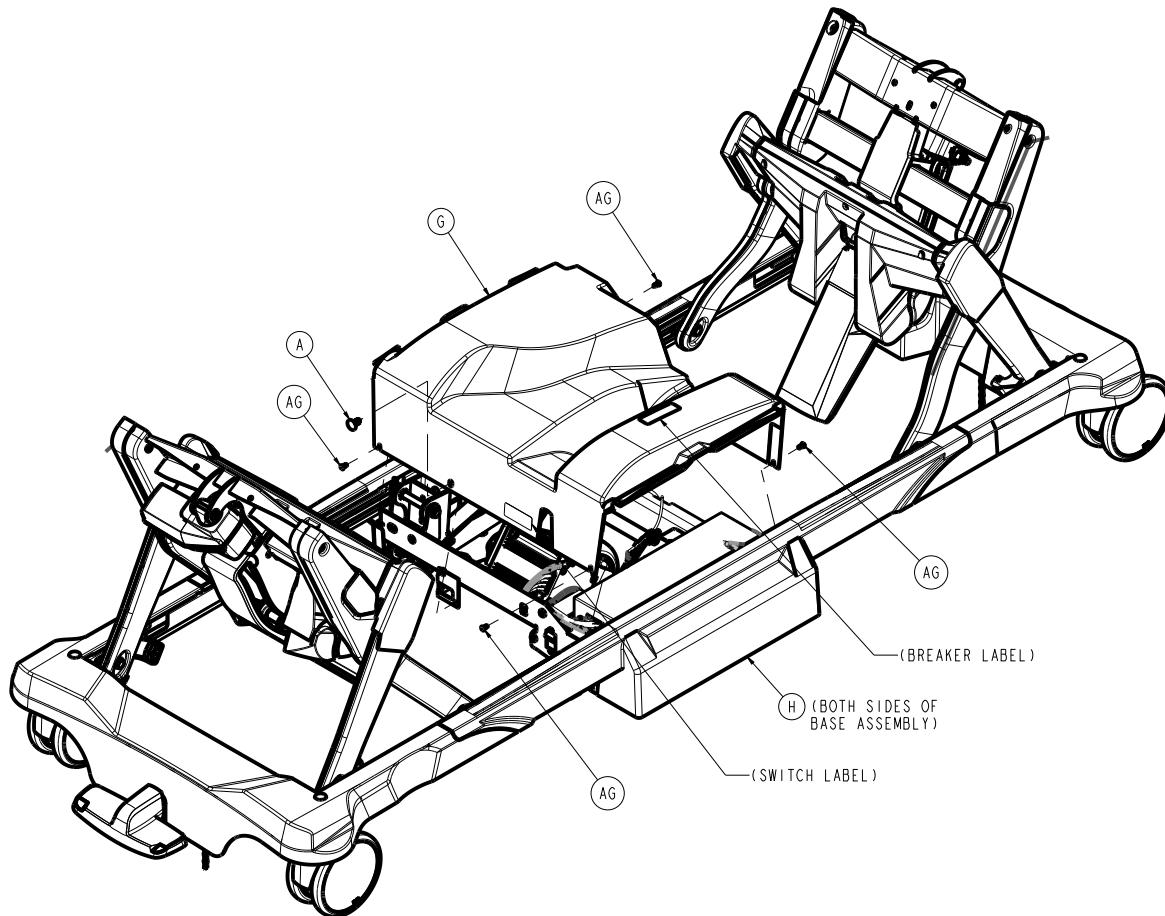

Figure 65 – Retrait du couvercle Zoom
6. Retirer les deux rivets de poussée (AG) qui fixent le couvercle extérieur de la base (H) au couvercle Zoom (G) (Figure 65). Conserver les rivets et le couvercle extérieur de la base. Répéter la procédure de l'autre côté.
8. Retirer et conserver le couvercle Zoom (G) (Figure 65).